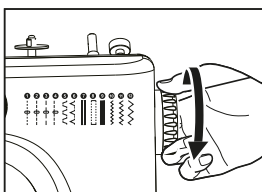

Fig.10
7. Cuando termine de coser, apague el interruptor, desenchufe el adaptador, gire el volante para subir la aguja del todo, levante el prensatelas y, a continuación, retire con cuidado la tela de la máquina de coser y corte el hilo con el cortahilos. (Fig.10).